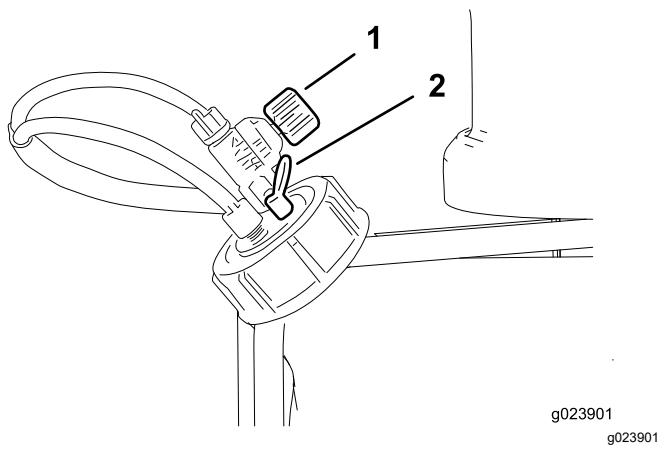

図 32
- 泡密度調節バルブ 泡生成液の濃度を調節します。バルブを操作することにより、ノズルに送り出される石鹼液の量を調整することができます。量を多くすると泡が大きくなり、同じ時間内により多くの泡が落ちるようになります量を少なくすると泡が小さくなり、落ちる泡の数も少なくなります図 32。
- 圧力解放バルブタンクのキャップについている赤いタブを外側に引っ張るとタンク内の圧力が解放されます図 32。